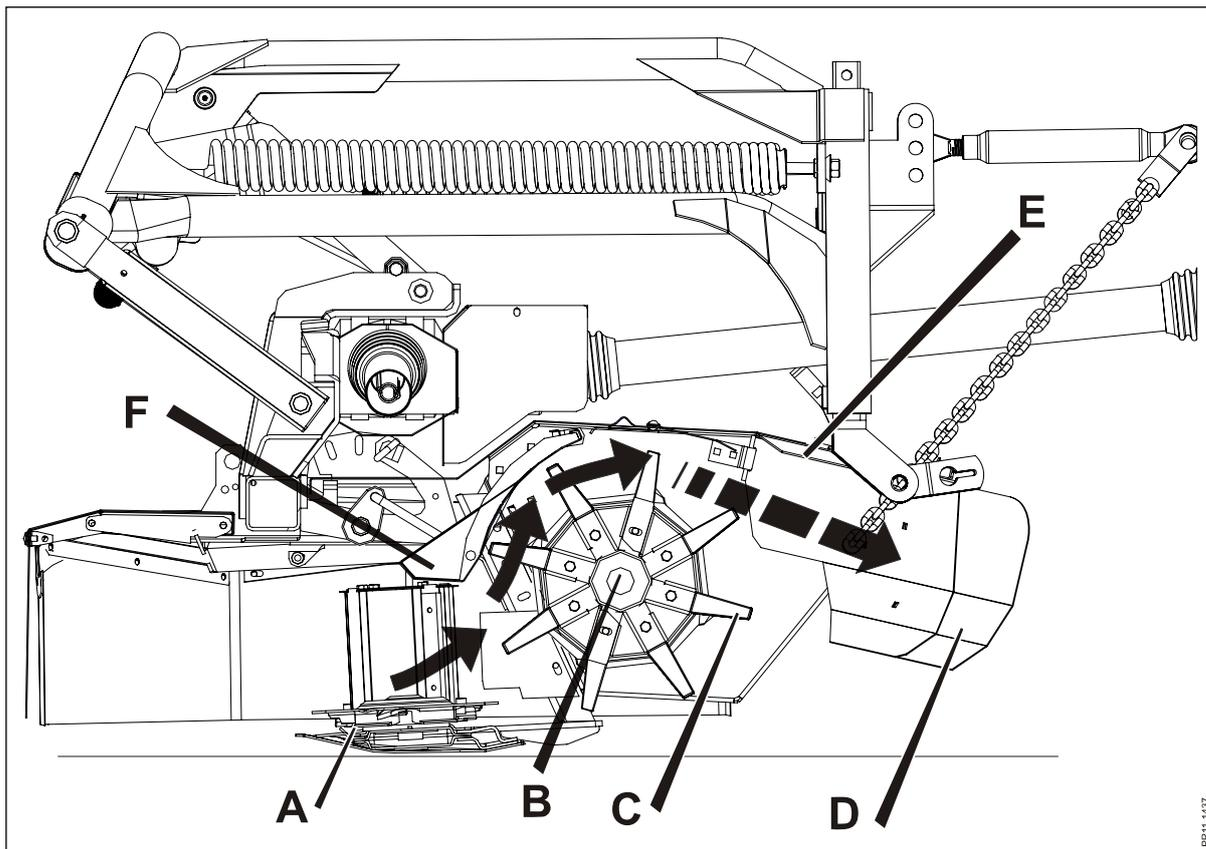

Fig. 3-2
**Fig. 3-2 GD 3205 FM TD:** Der Mähbalken **A** schneidet das Mähgut ab und transportiert es nach hinten zu dem Aufbereiterrotor **B**. Die PE-Finger **C** des Rotor fangen die Ernte, hebt sie und wirft sie nach hinten zu den Schwadblechen. Die Schwadbleche sammeln schließlich das Mähgut zu einem Schwad von bis zu 1,4 Metern Breite. Falls Breitstreuen gewünscht ist, die "Top Dry" Platten **E** nach unten kippen, so dass das Mähgut unter die Schwadbleche geleitet wird und damit in der Aufbereiterbreite bleibt. Wenn die PE-Finger rund um den Rotor geführt werden, wird das Mähgut nach außen gegen das Aufbereiterblech **F** gedrückt. Die Friktion zwischen dem Aufbereiterblech und dem Mähgut bewirkt, dass die Wachsschicht gebrochen und aufgerissen wird, welches eine effektive Vortrocknung des Mähgutes bewirkt.